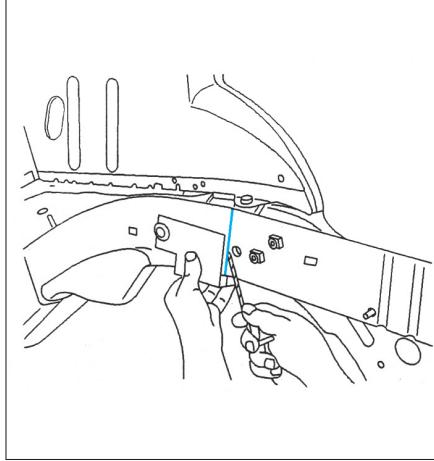

FIG. 27
- [1]. Gabarit pour le traçage de la coupe de positionnement du brancard (outils PSA ref : 1111) (Fig.27).
- Tracer puis découper à l'aide d'une meule épaisseur 1 mm (coupe définitive) (Fig.27).